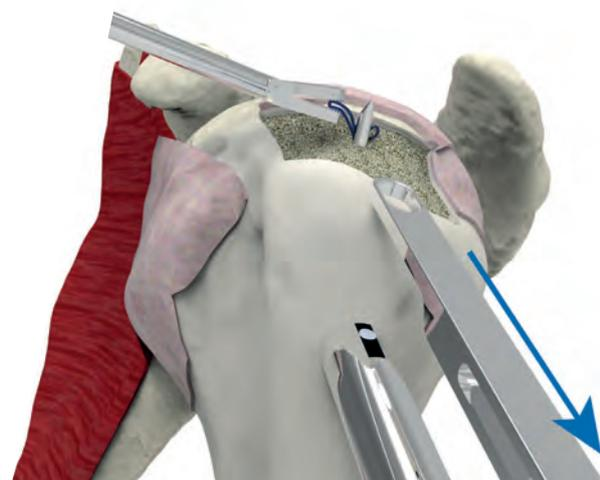

Abb. 9
(Dies wird im Shuttlefaden eine Schlaufe erzeugen und so das Greifen, wie in Abbildung 9 gezeigt, erlauben).
- ▶ EINE GREIFZANGE BENUTZEN, UM DEN SHUTTLEFADEN ODER DIE FÄDEN ZU GREIFEN (ABBILDUNG 9).